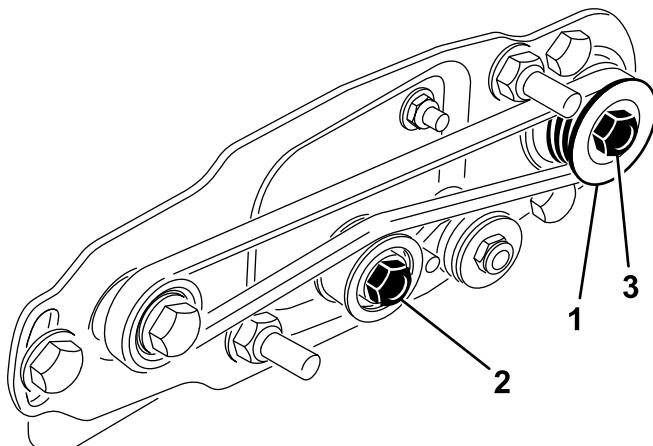
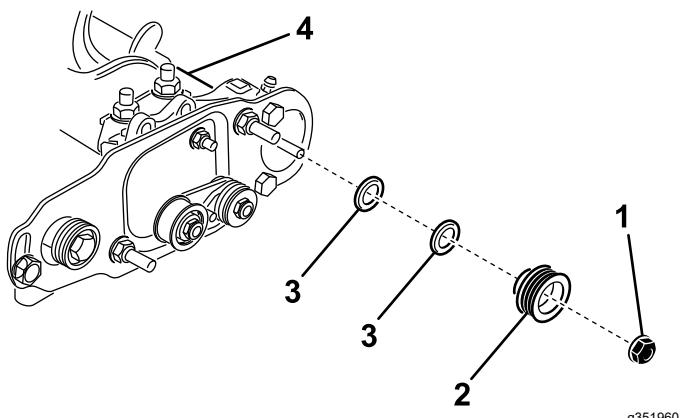

Figura 39
Figura 40
1. La puleggia condotta (all'albero della spazzola per rullo) può spostarsi in dentro o in fuori (Figura 39). Prendete nota della direzione in cui la puleggia deve muoversi.
2. Mentre fate ruotare il cilindro, che farà ruotare la puleggia motrice, forzate la cinghia dalla puleggia motrice (Figura 39).
- Togliete il dado di bloccaggio che fissa la puleggia condotta all'albero della spazzola (Figura 39 o Figura 40). Mettete una chiave dinamometrica da $\frac{1}{2}$ " sulle sezioni piane dell'albero della spazzola per rullo per impedirne una rotazione.
- Rimuovete la puleggia condotta dall'albero (Figura 40).
- Se occorre spostare in fuori la puleggia, aggiungete un distanziale dello spessore di 0,8 mm (Figura 40).